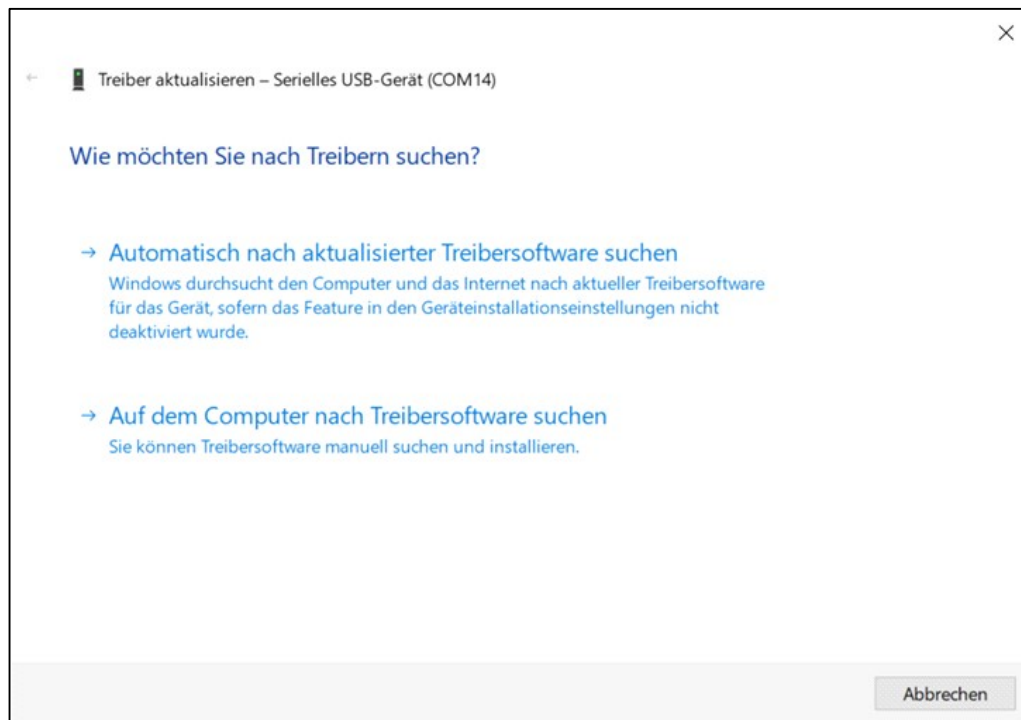

Bild 4.2: Treiber aktualisieren [2]
- Danach wird *Auf dem Computer nach Treibersoftware suchen* (Bild 4.2) geklickt. Von hier aus gelangt man zu einem weiteren Fenster, bei dem man eine Liste der verfügbaren Treiber erhalten kann.